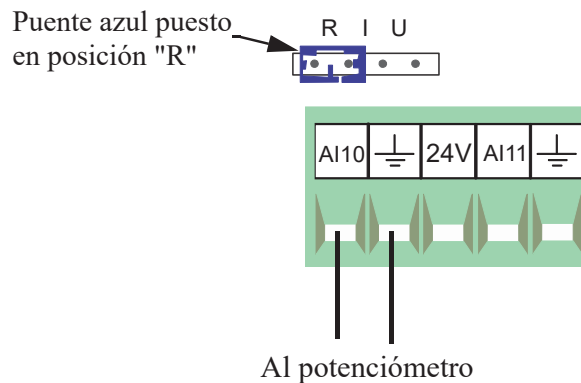

Figura 26. Cableado de potenciómetro
Si se está usando ventilación natural, los potenciómetros que se montan a las máquinas de la cortina principal (potenciómetro interno) o a los cables de la cortina principal (potenciómetro externo) deben conectarse a la tarjeta de E/S del control Chore-Tronics® 3. Los potenciómetros se deben conectar con el mismo cable de par trenzado que se utiliza para los sensores de temperatura y siguiendo las mismas reglas de cable. Cada potenciómetro debe conectarse a uno de los bornes de la entrada analógica (DI) en la tarjeta de E/S. Asegurarse de que cualquiera sea la entrada AI a la que está conectado el potenciómetro, ese puente azul arriba de la entrada está puesto en "R" (**Ver Figura 26**).